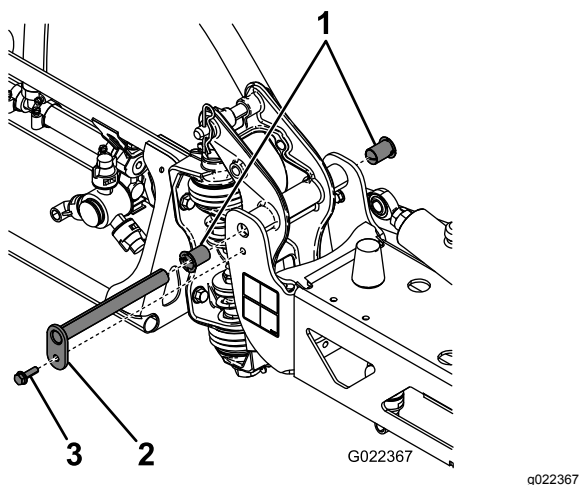

Рисунок 107
3. Поддерживая стрелу, отверните болт и гайку крепления оси поворота к узлу стрелы (Рисунок 107).
6. Снимите и осмотрите нейлоновые втулки с передней и задней сторон кронштейна шарнира (Рисунок 107).
8. Установите стрелу и кронштейн шарнира в сборе в центральную раму, совместив отверстия (Рисунок 107).